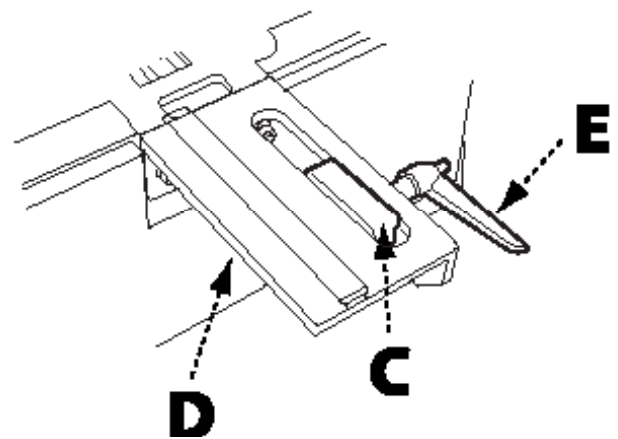

FIGURA 3
3. Sujete la placa de montaje del tope guía (A) al tope guía (B) usando los tornillos de cabeza de sombrerete M8 x 25 mm y las arandelas de seguridad de 8 mm. Vea la figura 3.